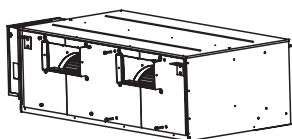

Рис. 3
- 4) Открутите 4 винта M8 на передней панели кондиционера (рис. 3).